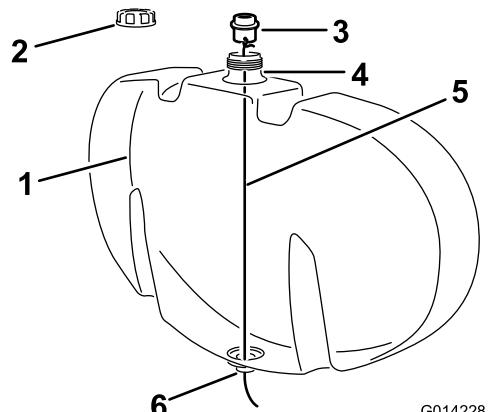

Figura 2
- B. Attaccate un filo, più lungo dell'altezza del serbatoio, a uno dei fori per la forcella di fissaggio presenti sul diaframma (Figura 2).
- C. Rimuovete il tappo di riempimento dal serbatoio di lavaggio (Figura 2).
- D. Fate scorrere il filo verso il basso attraverso il foro di riempimento del serbatoio e fatelo passare nel foro sulla parte inferiore del serbatoio (Figura 2).